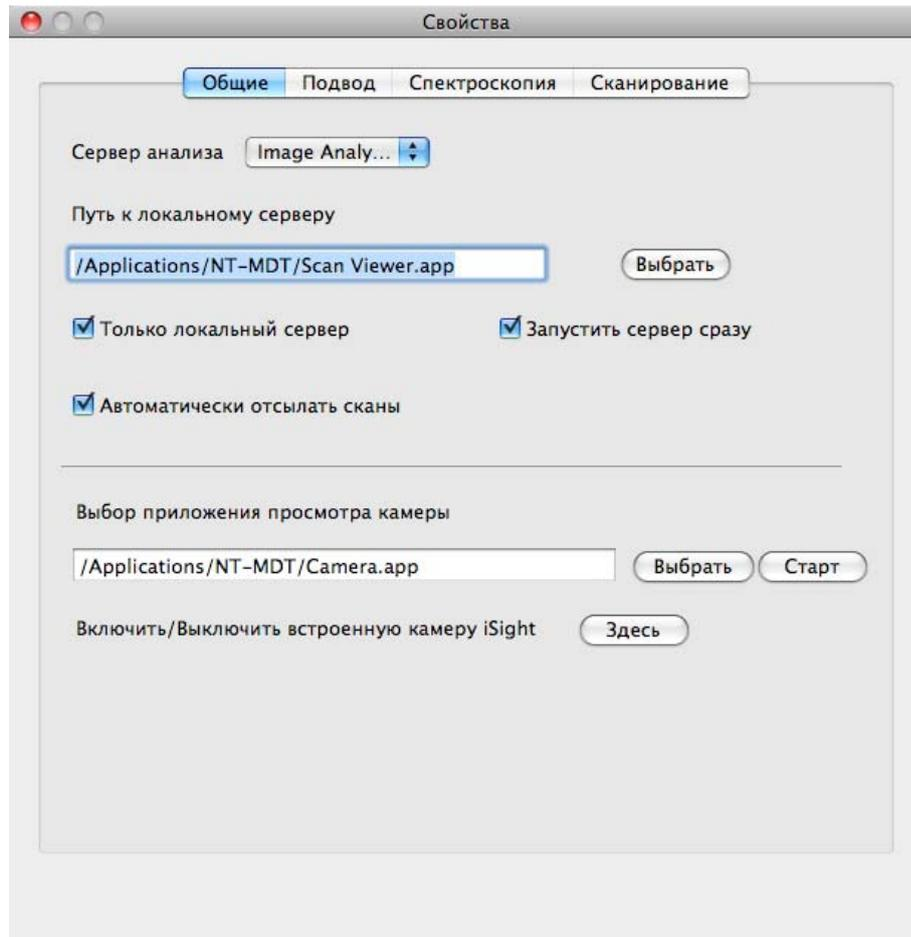

Рис. 5-1. Окно **Свойства** вкладка **Общие**
3. В окне **Свойства** выбрать вкладку **Общие** (Рис. 5-1).